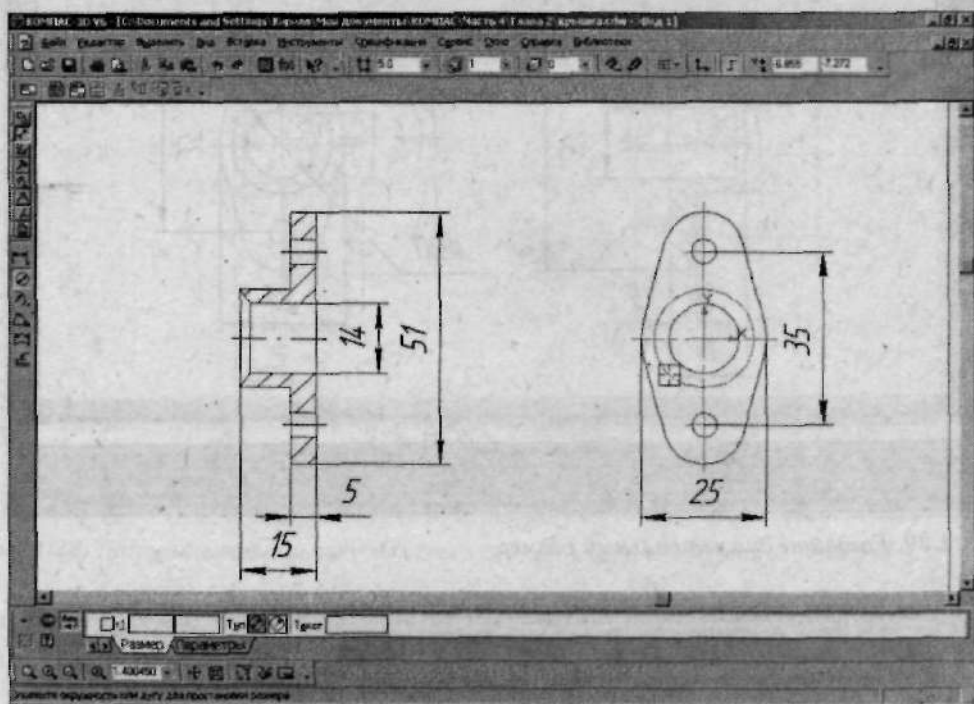

Рис. 4.18. Щелкните по окружности
7. Щелкните по окружности, диаметральный размер которой вы хотите обозначить (рис. 4.18), она подсветится красным.